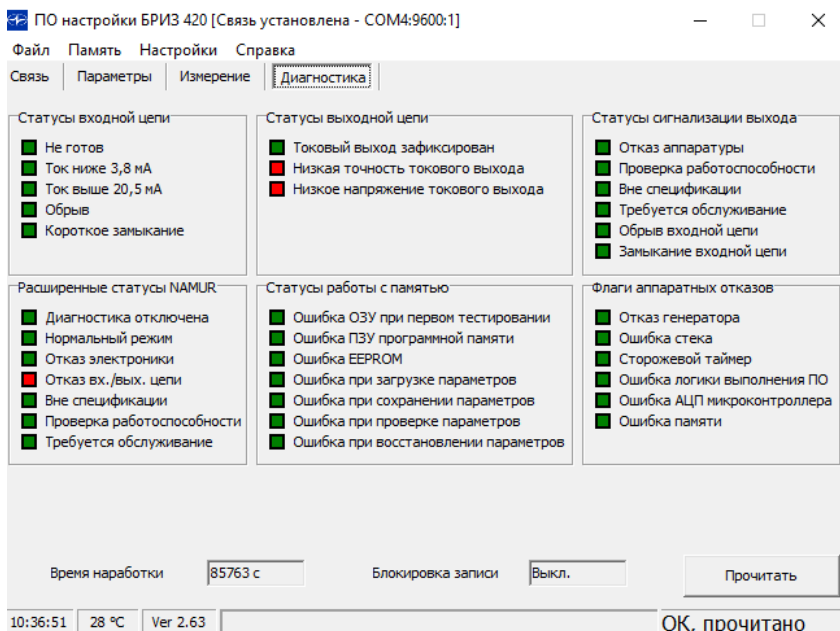

Рисунок 2.6
2.4.8 Просмотр и запись параметров диагностики, безопасности осуществляется в меню «Обслуживание». Данные, доступные для чтения и записи приведены в таблице 2.9 (рисунок 2.6).